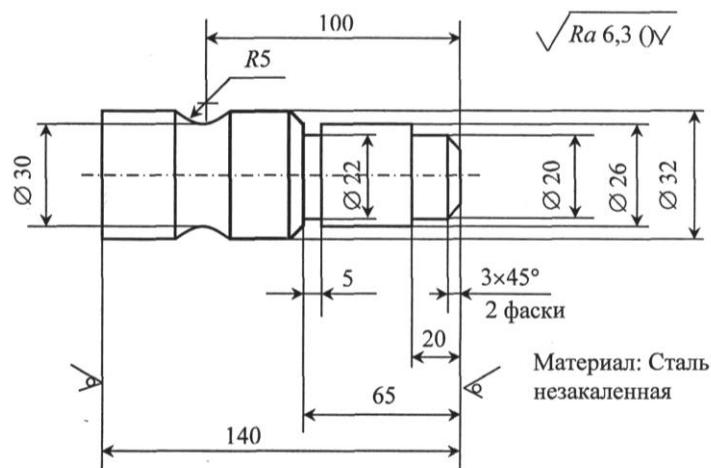

Рисунок 8
4. Выполнить эскиз технологической схемы многорезцовой токарной обработки для случая инструментальной наладки по длине наибольшей ступени вала (рисунок 8).